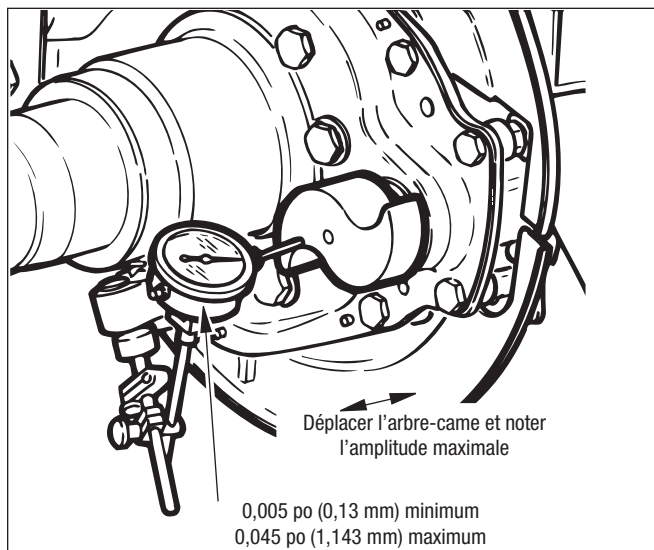

Figure 55 – Vérification du jeu axial de l'arbre-came
6. Monter un comparateur à cadran qui convient avec le plongeur sur la tête à came. Cf. *Figure 55.*